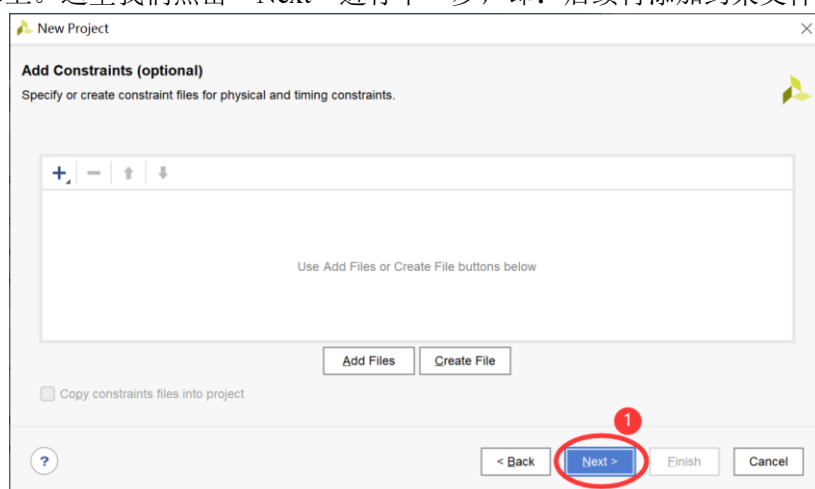

图3.8 添加或者新建约束文件
(5) 新建或添加约束文件。弹出的对话框如图 3.8，可以选择点击“Add Files”添加已有的约束文件到工程项目中，或者点击“Create File”按钮新建一个约束文件到工程项目中。约束文件的作用是：将工程项目顶层模块的输入输出端口，一一配置（约束）到 FPGA 芯片的指定引脚上。这里我们点击“Next”进行下一步，即：后续再添加约束文件。